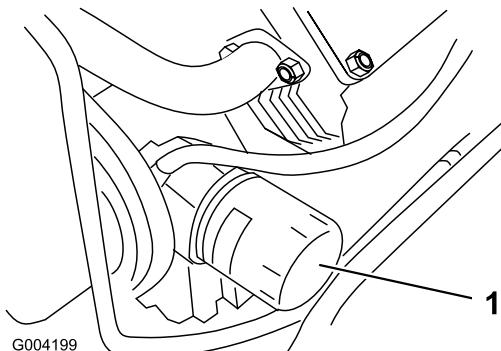

Figura 37
- Togliere il filtro usato (Figura 37) e pulire la superficie della guarnizione dell'adattatore del filtro.